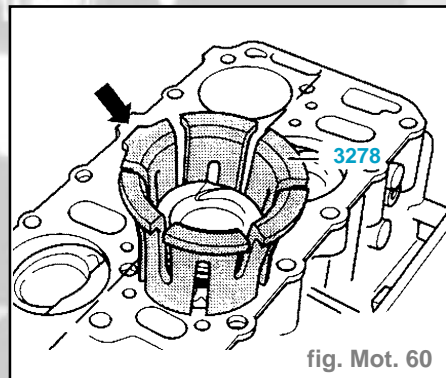

fig. Mot. 60
- Enfoncer à la main le piston dans l'entonnoir lubrifié. Le côté haut de la tête de piston doit être orienté vers le tenon de l'entonnoir (fig. Mot. 60).